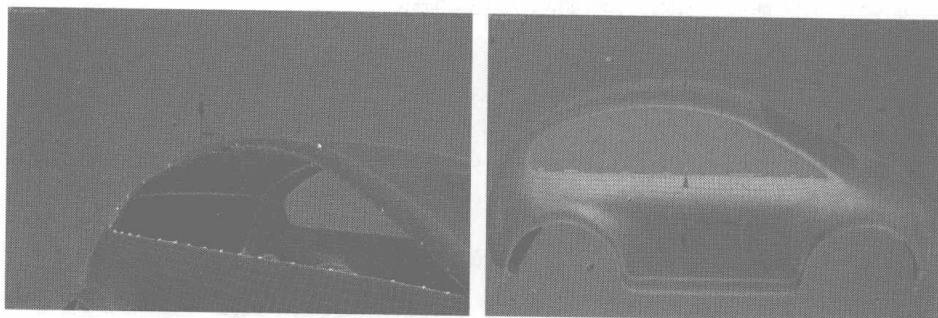

图 7.137
- 29** 调整好车窗位置的曲线和节点。单击右键，在弹出的快捷菜单中选择 Convert to Editable Poly 命令，将该曲线转换为可修改的 Polygon 模型，如图 7.137 所示。